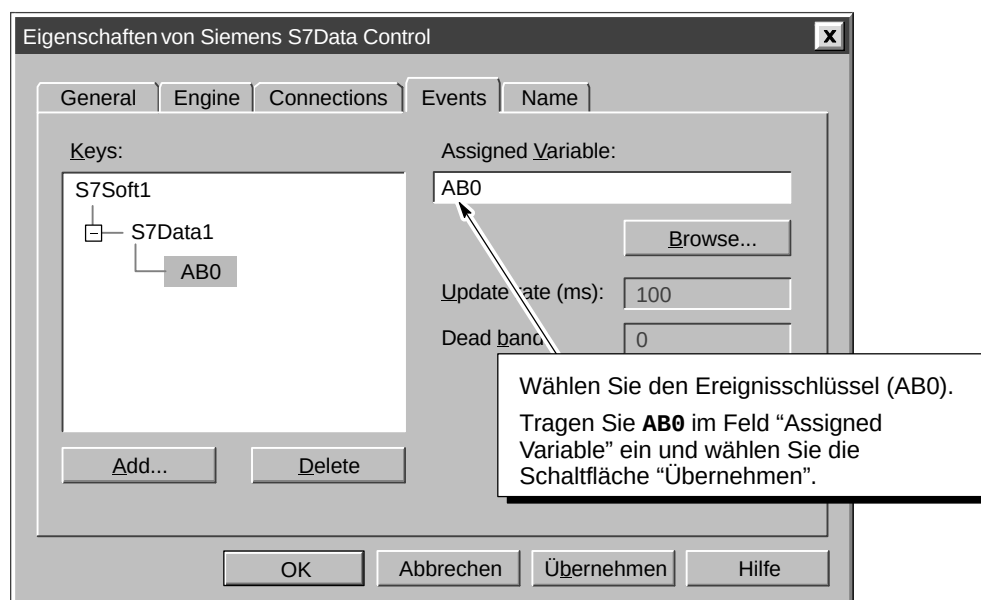

Bild 1-16 Zuordnen einer Variable zu einem Ereignisschlüssel
3. Tragen Sie im Dialogfeld "Eigenschaften" die Adresse **AB0** in das Feld "Assigned Variable" ein (siehe Bild 1-16).